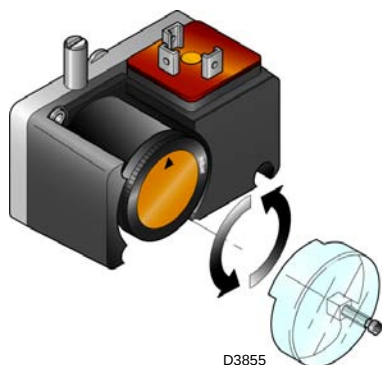

Fig. 25
- Regolare il pressostato gas di minima all'inizio scala (Fig. 25).